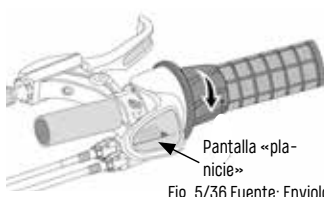

Fig. 5/36 Fuente: Enviolo
- Giro en sentido antihorario: la pantalla muestra una planicie („Fig. 5/ Fuente: Enviolo“ en la página 36). Aquí el ajuste se debe realizar a velocidades altas.